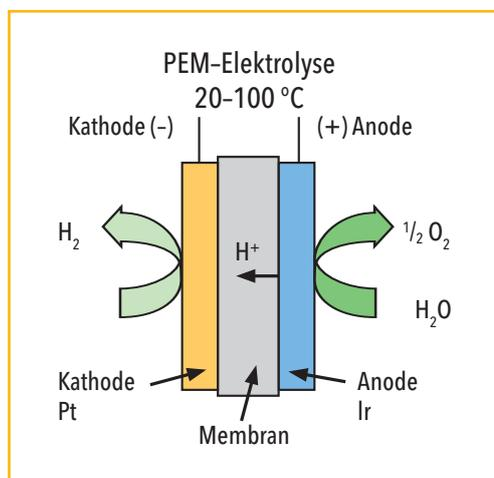

Abbildung 5.4: Bau eines PEM-Elektrolyseurs
Im PEM-Elektrolyseur erfolgt die elektrolytische Wasserspaltung mit Hilfe von Edelmetall-Katalysatoren. Der Elektrolyt des Elektrolyseurs besteht aus einer protonendurchlässigen Polymerelektrolytmembran. Diese Membran ist auf der Kathodenseite mit in Kohlenstoff eingebrachten Platinpartikeln und auf der Anodenseite mit metallischen oder als Oxide vorliegenden Edelmetallen (meist Iridium oder Ruthenium) beschichtet (siehe Abbildung 5.4). Die Edelmetalle fungieren als Katalysatoren.
Abbildung 5.4: [http://forschung-energiespeicher.info/fileadmin/user\\_upload/projektassets/MaPEL/BMBF\\_MAPEL\\_4\\_PEM\\_Elektrolyse\\_Schematische\\_Darstellung.jpg](http://forschung-energiespeicher.info/fileadmin/user_upload/projektassets/MaPEL/BMBF_MAPEL_4_PEM_Elektrolyse_Schematische_Darstellung.jpg) (mod.)
a) Beschreiben Sie den Aufbau eines PEM-Elektrolyseurs (siehe Abbildung 5.4).